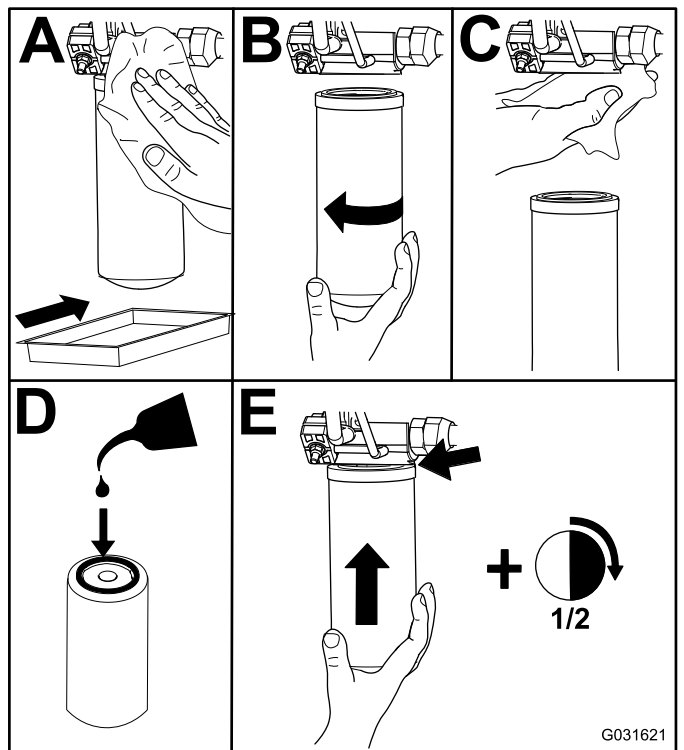

Рисунок 101
2. Замените гидравлические фильтры (Рисунок 101).